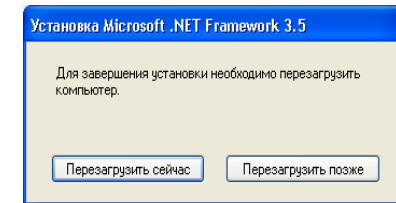

Рисунок 7.6
6) Для завершення встановлення програми "FrameWork_3.5" клацнути по кнопці **Выход** і в вікні, що з'явиться (рисунок 7.6), клацнути по кнопці **Перезагрузить сейчас**. Після перезавантаження ПК слід приступити до другого етапу встановлення програми для управління Трансформатором CA535.